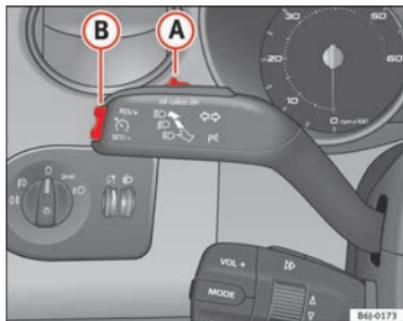

Fig. 111 Palanca de intermitentes y de luz de carretera: mando y tecla basculante para el regulador de velocidad
- Cuando se haya alcanzado la velocidad que se quiere programar, pulse brevemente la parte inferior de la tecla basculante **SET** ⇒ fig. 111 **B** una vez.